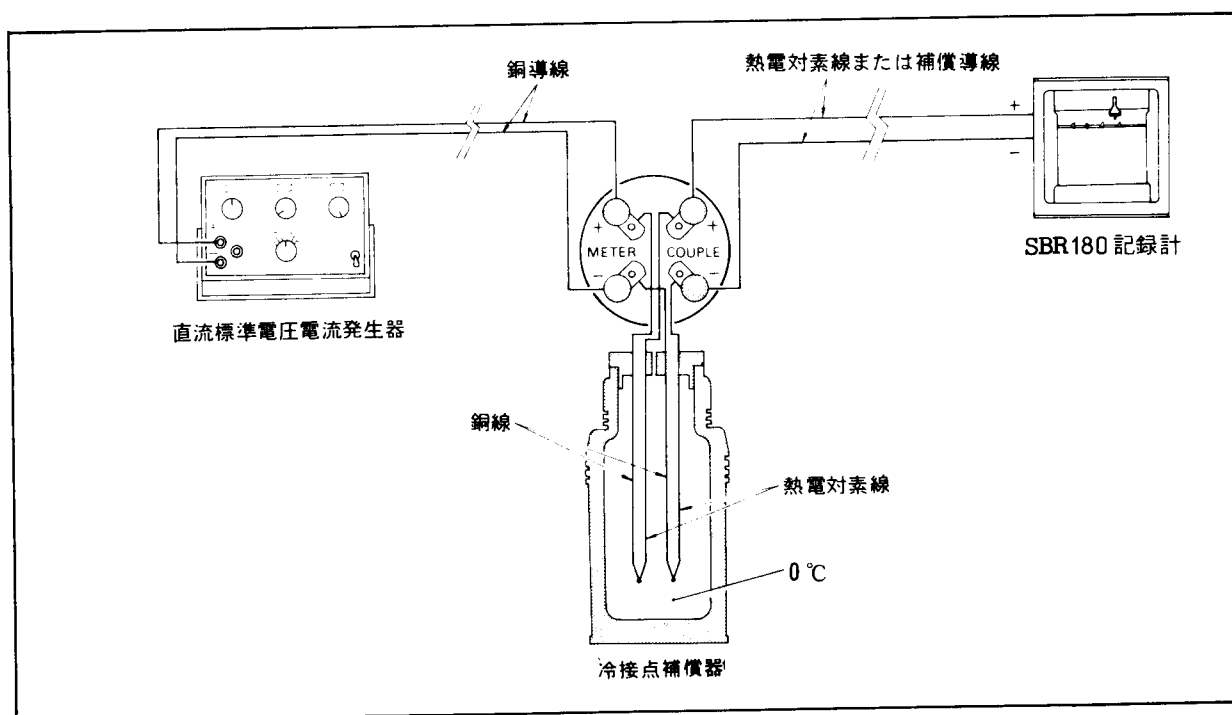

図13-1 熱電対温度計の校正方法の一例
- (1) 校正中、時々測定端子の温度（付近の温度でもよい）を測定し、それを考慮した電圧を加えます。
- (2) 図13-1のように、冷接点補償器を使って校正します。